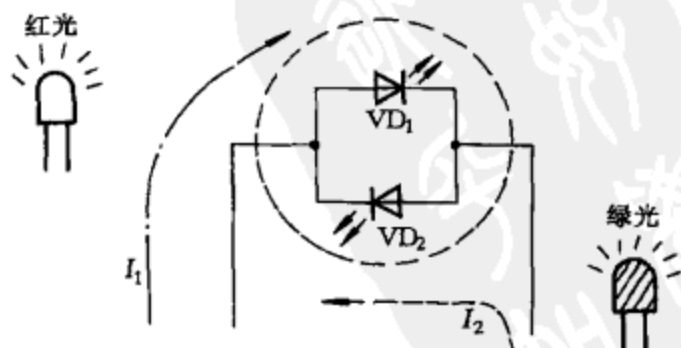

图 3-47
(1) 双色发光二极管的特点是可以发出两种颜色的光。
(2) 双色发光二极管是将两种发光颜色(常见的为红色和绿色)的管芯反向并联后封装在一起,如图 3-47 所示。当工作电压为左正右负时,电流 I_1 通过管芯 VD_1 使其发红光;当工作电压为左负右正时,电流 I_2 通过管芯 VD_2 使其发绿光。